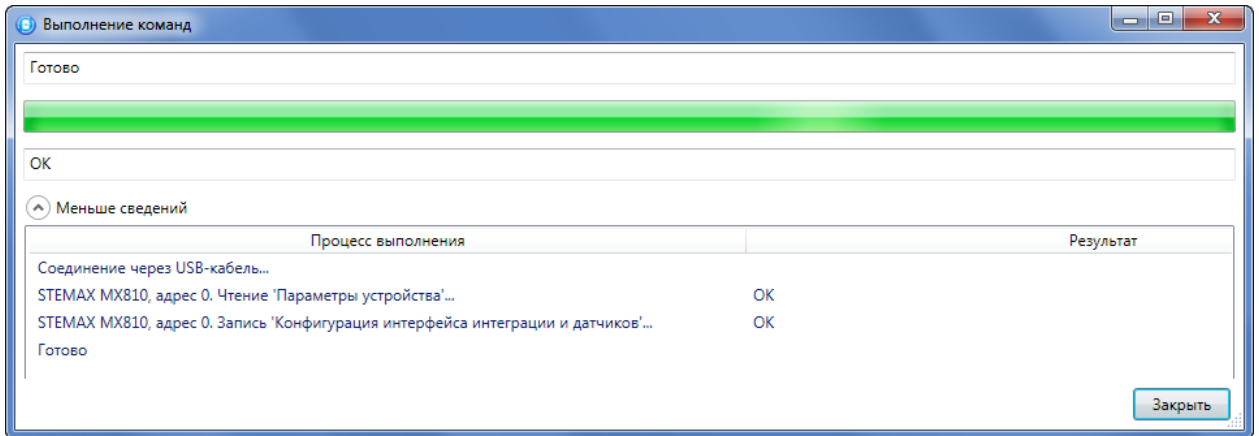

Рис. 6.6. Регистрация датчика в программе
3. Далее дождитесь, пока программа обнаружит датчик и зарегистрирует его (Рис. 6.6).